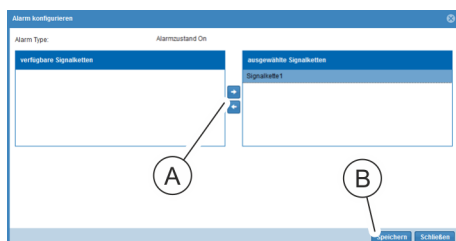

Abb. 114: Fenster "Alarm konfigurieren"
7. Im Fenster "Alarm konfigurieren" eine Signalkette auswählen und über die Schaltfläche „→“ (Abb. 114/Ⓐ) ins Feld „ausgewählte Signalketten“ schieben. Auswahl über die Schaltfläche „Speichern“ (Abb. 114/Ⓑ) bestätigen.